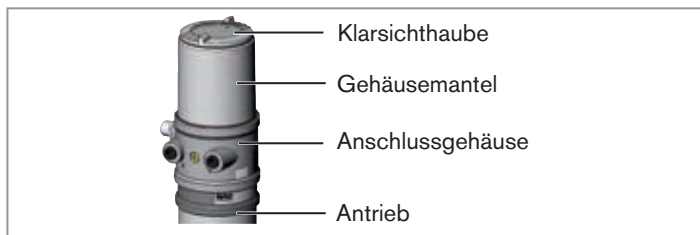

Bild 19: Steuerkopf öffnen
- ▶ Beim Abschrauben und Einschrauben der Klarsichthaube nicht am Antrieb des Prozessventils sondern am Anschlussgehäuse gehalten (siehe „Bild 19: Steuerkopf öffnen“).